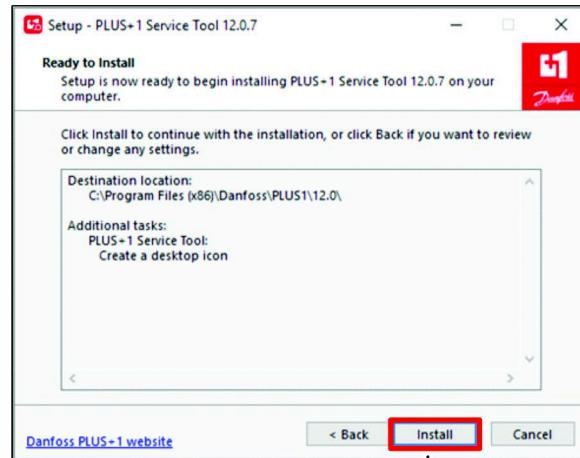

Figura 26
8. En el cuadro de diálogo Listo para instalar, haga clic en el botón INSTALAR(Figura 26).